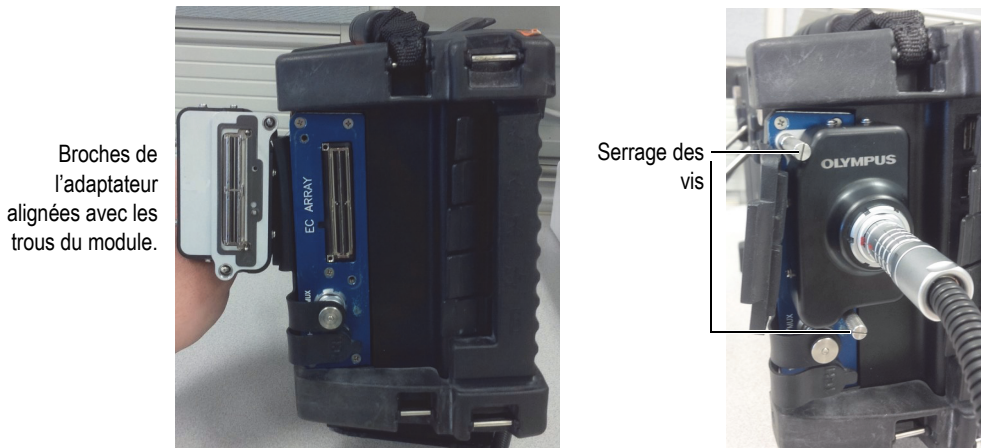

Figure 2-11 Connexion de l'adaptateur sur l'OmniScan MX
6. Connectez l'adaptateur sur le module OMNI-M-ECA4-32 de l'OmniScan MX (voir la Figure 2-11 à la page 36).